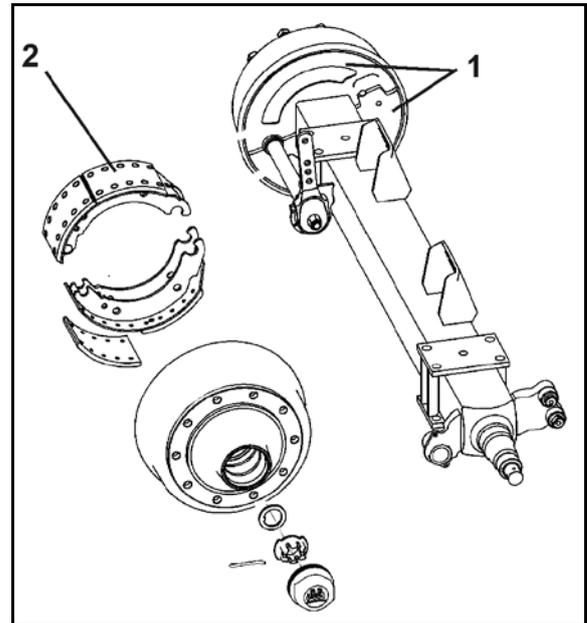

図 162
1. ブレーキドラム内側の両カバーシート (図 162/1) を取り外します。
侵入した汚れはブレーキライニング (図 162/2) で堆積し、これによりブレーキ性能が大幅に低下する恐れがあります。